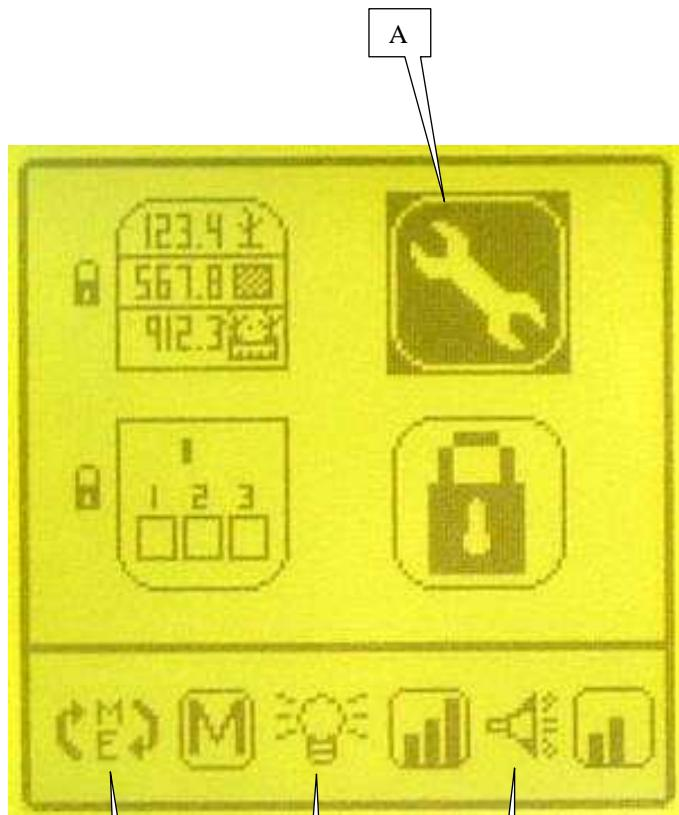

Fig. 1
Con il tasto e , selezionare in A (Fig. 1) l'icona desiderata e premere il tasto per rientrare nel sottoprogramma. Nei sottoprogrammi (Fig. 2), i tasti
a) sous-programme paramétrage console (Fig. 1)
l'écran et valider. L'affichage (Fig. 1) apparaît.